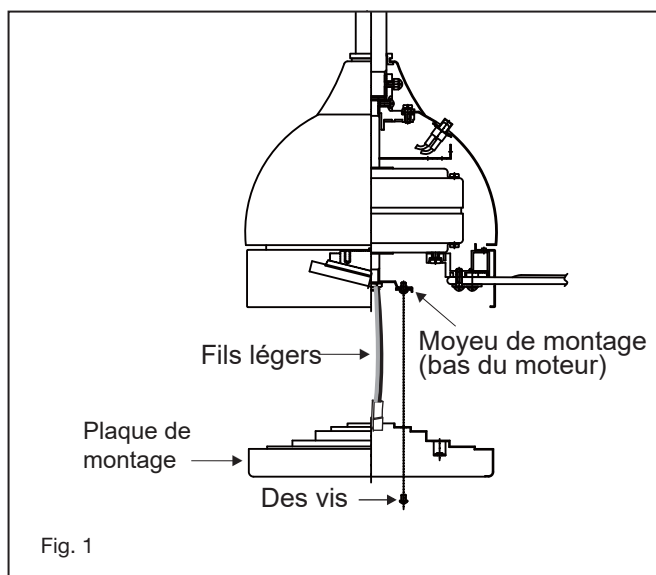

Fig. 1
- 1 Retirez la balle de la tige de suspension en desserrant la vis de réglage sur le côté de la balle. Faites glisser la balle vers le bas et retirez l'axe de la balle retirer la balle. (Fig. 1)
3 REMARQUE: Le système de télécommande est équipé de 16 combinaisons de fréquences possibles pour éviter les interférences avec ou avec d'autres télécommandes. Les commutateurs de fréquence de votre récepteur et émetteur ont été préréglés en usine. Veuillez vérifier pour vous assurer que les interrupteurs de l'émetteur et du récepteur sont réglés sur la même position, toute combinaison de paramètres fera fonctionner le ventilateur tant que l'émetteur et le récepteur sont réglés sur la même position. (Fig. 1)
- 1 Retirez l'une des trois vis du moyeu de montage situé sur le moteur du ventilateur. Desserrez les 2 autres vis. (Ne pas retirer) (Fig.1)
- 1 Retirez la plaque murale existante et l'ancien interrupteur du boîtier de prise murale. Serrez les fils NOIR (chauds) ensemble et repoussez à l'intérieur de la boîte de sortie. (Fig. 1)
- 2 Retirez la plaque frontale de l'interrupteur mural en soulevant vers le haut, puis insérez la batterie 12V fournie. Duracell MN21 / Eveready A23 / GP 23A tous 12V. (Fig. 1)